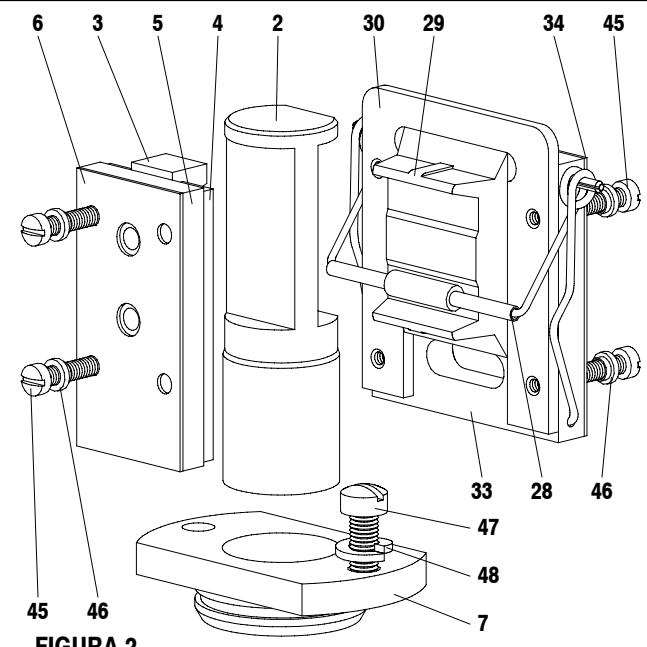
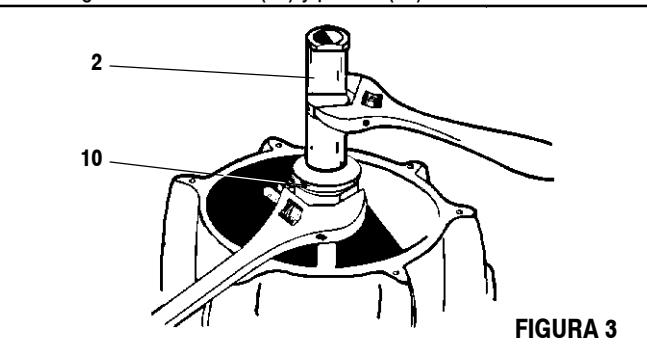

FIGURA 2
FIGURA 3
5. Con un destornillador, desenganche el montaje del resorte de inserción (28) del fondo de la placa de la válvula y montaje de la clavija (33) (ver figura 2).
6. Extraiga el montaje del resorte de inserción (28) de las clavijas en la parte superior de la placa de la válvula y montaje de la clavija (33).
7. Saque el pistón de la válvula (2) hacia arriba hasta que el casquillo superior (7) haya sido extraído de su cámara.
8. Extraiga el casquillo superior (7).
10. Desmonte el pistón de la válvula (2) del adaptador de pistón (10), tal como lo muestra la figura 3.
11. Extraiga el pistón de la válvula (2).
12. Saque el adaptador del pistón (10) hacia arriba y tome la varilla extensible (11) por debajo del adaptador (10). Presione el adaptador del pistón (10) hacia abajo sobre la varilla extensible (11). Extraiga la arandela (37) y la varilla extensible (11).
27. Coloque la herramienta de instalación 90350 sobre la varilla extensible (11) con el diámetro torneado hacia abajo y el bisel hacia arriba.
28. Ajuste el diámetro torneado de la herramienta de instalación 90350 dentro del orificio en el fondo del conjunto de cabezal (35).
29. Coloque el adaptador (10) boca abajo sobre la varilla extensible (11) con las roscas hacia arriba.
30. Inserte la arandela (37) dentro de la ranura del extremo superior de la varilla extensible (11).
31. Saque el adaptador (10) hacia arriba alrededor de la arandela (37).
32. Coloque la arandela superior (8) sobre la varilla extensible (11) y en el adaptador (10).
33. Limpie las roscas con solvente y coloque Loctite 271 en las roscas del pistón (2). Enrosque el pistón (2) dentro del adaptador (10) y ajústelo, tal como lo muestra la figura 3.
34. Presione el adaptador (10) y el pistón (2) ensamblados hacia abajo a través de la herramienta de instalación 90350 hasta que hagan contacto con el fondo.
36. Instale el casquillo superior (7) sobre el pistón (2) y empújelo hacia abajo, teniendo cuidado de retener el sello (39) en la ranura de el "O" ring.
37. Alinee los dos orificios de los pernos y ajuste el casquillo superior (7) al conjunto de cabezal (35) con los dos tornillos (47) y las dos arandelas de cierre (48) (ver figura 2).
38. Inserte el resorte (28) en el conjunto de cabezal (35), con los dos ganchos hacia abajo y el rodillo de nylon hacia el pistón (2) (ver figura 2).
39. Engrase cuidadosamente e inserte el accesorio de inserción piloto (3), las dos guías de válvula (4), la placa de la válvula (5) y el empaque (6) dentro del conjunto de cabezal (35) (ver figura 2).